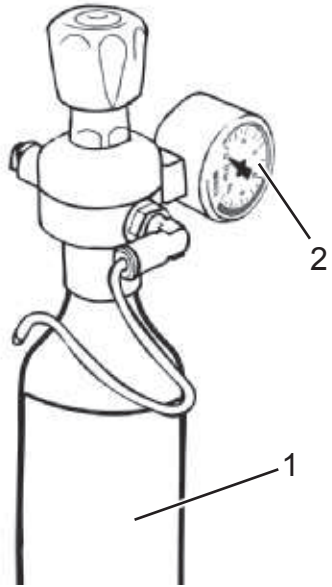

Abb. 13
Der CO2-Zylinder (Abb. 13/1) enthält CO2, das dem Wasser innerhalb des Kühl- und Sprudelaggregats zugesetzt werden kann. Auf diese Weise erhalten Sie bei entsprechender Hebelposition kohlenstoffhaltiges Wasser. Das am CO2-Zylinder angebrachte Manometer (Abb. 13/2) zeigt den aktuell eingestellten CO2-Eingangsdruck.
1. Lesen Sie den Druck am Manometer des CO2-Druckminderers ab (Abb. 13/2).